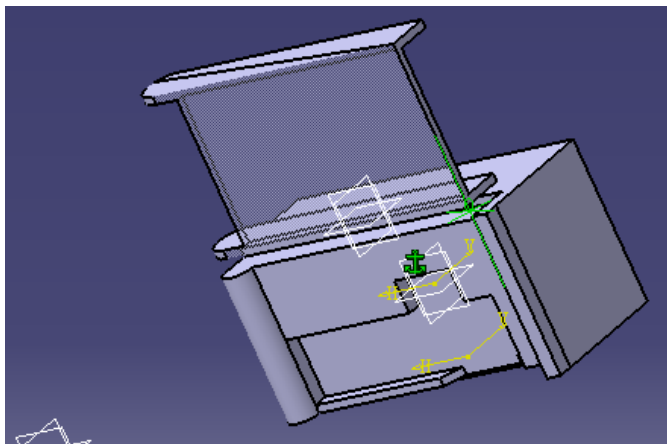

图 5-8
(2) 点击窗口下方的  键（菜单中 Analyze → Update）后，两个零件的一个边的位置调整到一起（见图 5-8）。